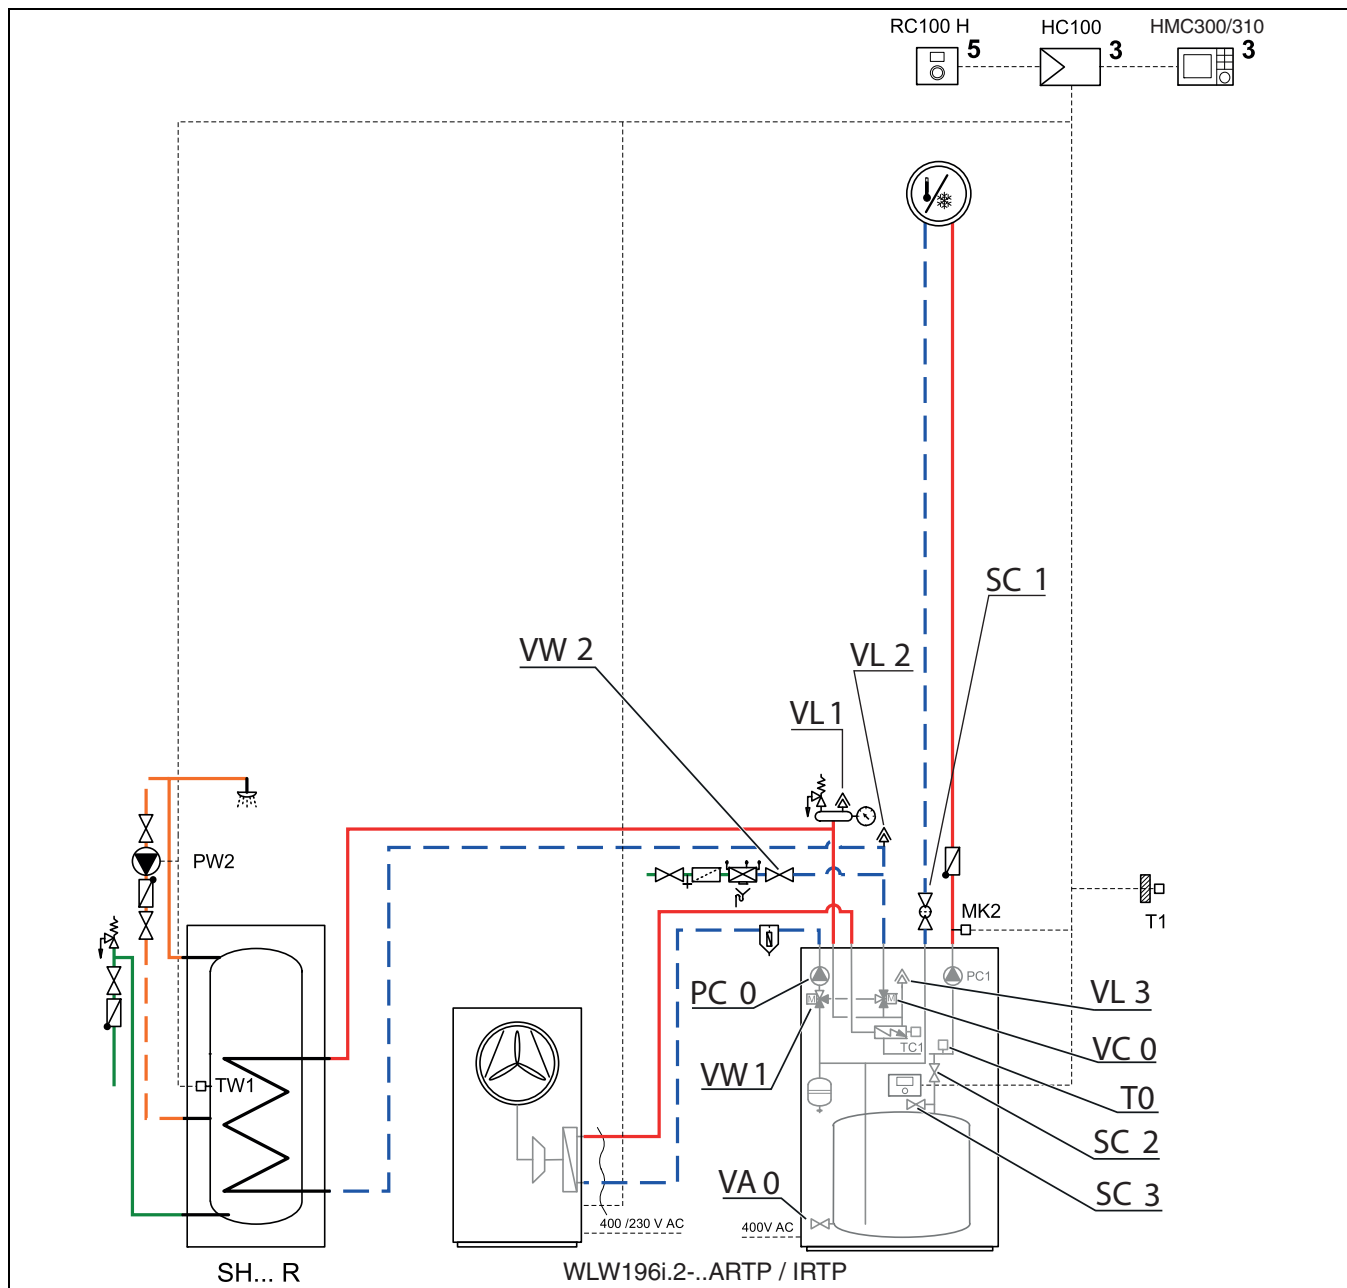

Bild 26 Inneneinheit und Heizungsanlage
2. Automatisches Entlüftungsventil VL1, VL2 und VL3 (→fig. 26) durch Abschrauben der Kappen öffnen.
3. Filterventil SC1 schließen, Absperrventil SC2 (→fig. 26) schließen und sicherstellen, dass sich VW1 (→fig. 26) in der Position (B) für Zentralheizungsbetrieb befindet.
4. Ein Ende eines Schlauchs an den Entleerhahn VA0 (→fig. 26), das andere Ende an einen Abfluss anschließen.
5. Kleinen Entleerhahn öffnen SC3 (→fig. 26).